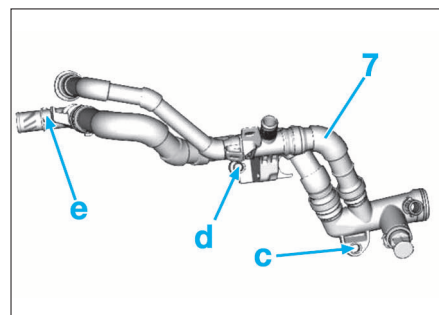

FIG. 55
- Desserrer les (c) et (d) (Fig.55).